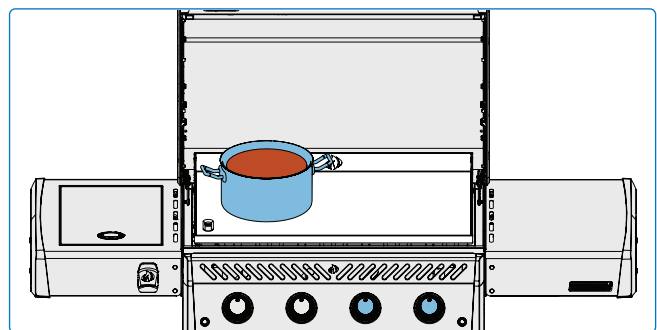

Fig. 10
- Utilisez la plaque de la plaque de cuisson pour faire fondre ou réchauffer les sauces. Placez les casseroles ou les poêles sur le côté, à feu doux ou moyen. (Fig. 10).